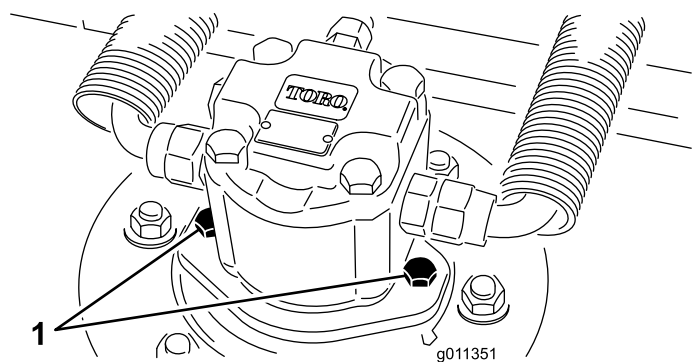

Рисунок 59
2. Отсоедините и снимите гидромотор с режущего блока (Рисунок 59). Накройте верхнюю часть шпинделя для предотвращения загрязнения.
4. Установите гидроцилиндр на деку (Рисунок 59). Убедитесь, что уплотнительное кольцо находится в штатном положении и не повреждено.